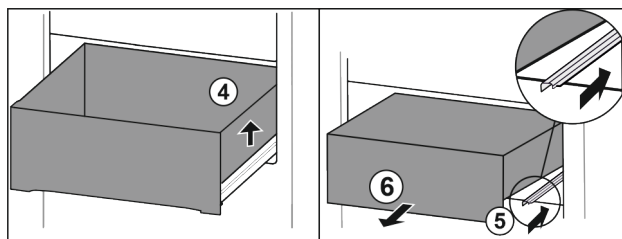

Fig. 128
- Sollevare il cassetto a destra. Fig. 128 (4)
- Inserire la guida destra. Fig. 128 (5)
- Rimuovere il cassetto tirandolo in avanti. Fig. 128 (6)